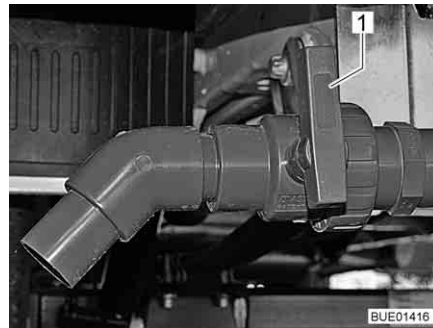

Fig. 234 Llave de desagüe
- Girar el tirador (Fig. 234,1) de la llave de desagüe a la posición en dirección de la circulación.